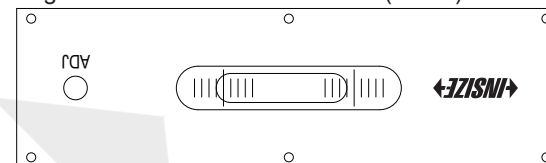

Abb. 3
c) Drehen Sie die Wasserwaage um 180°, schieben (nicht legen) Sie die Wasserwaage in die gleiche Position der Oberfläche (Abb.3).